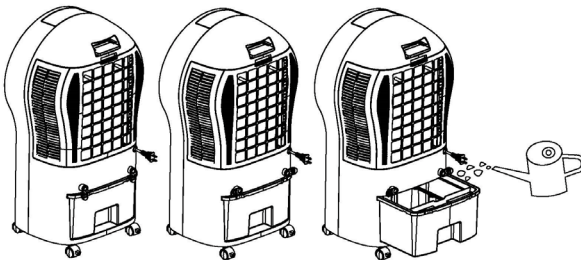

fig. 1
9. Llenado de agua: asegúrese de que la máquina esté desenchufada. Abra el tanque de agua y llene de agua (fig.1). Asegúrese de no exceder el nivel de agua más alto o caer por debajo del nivel de agua más bajo (fig.2). Use agua limpia del grifo.
11. Mando a distancia: abra la tapa de las pilas del mando a distancia e inserte una pila CR2032 de 3V (fig.1). 2. Apunte al receptor cuando utilice el mando a distancia.